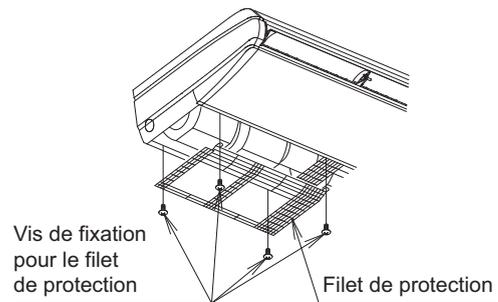
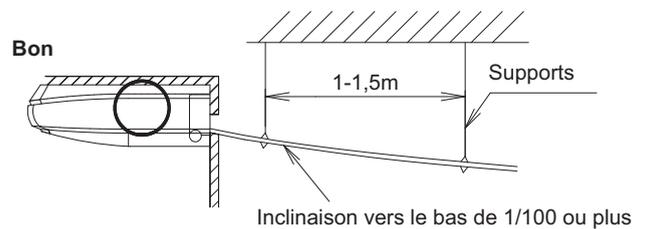
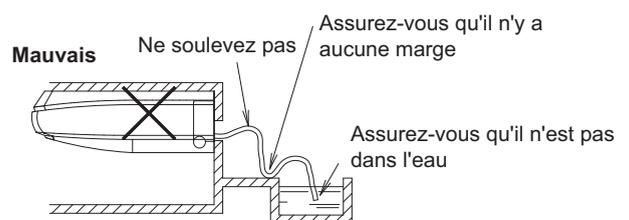

Fig. 21
Fig. 22
Fig. 23
- Lors de la direction de la tuyauterie d'évacuation du côté arrière gauche / côté gauche, retirez le filet protecteur. Puis, retirez le capuchon de la prise d'évacuation et le matériau d'isolation appliqué sur la prise d'évacuation gauche et appliquez-le sur la prise d'évacuation droite. En même temps, insérez le bouchon de la prise d'évacuation tout le long afin d'empêcher une fuite d'eau. Après avoir installé le tuyau d'évacuation (1) (accessoire), fixez le filet protecteur en inversant les étapes pour le retirer. (Reportez-vous à la Fig. 21)
- Sélectionnez le diamètre de tuyauterie égal ou supérieur à celui du tuyau d'évacuation (1) (accessoire) (tuyauterie en polychlorure de vinyle, diamètre nominal de 20 mm, diamètre externe de 26 mm).
- Installez la tuyauterie d'évacuation aussi court que possible avec une inclinaison vers le bas de 1/100 ou plus en évitant la stagnation d'air. (Reportez-vous à la Fig. 22 et Fig. 23)
- Installez les supports à une distance comprise entre 1 m et 1,5 m afin que la tuyauterie ne soit pas déviée. (Reportez-vous à la Fig. 22)